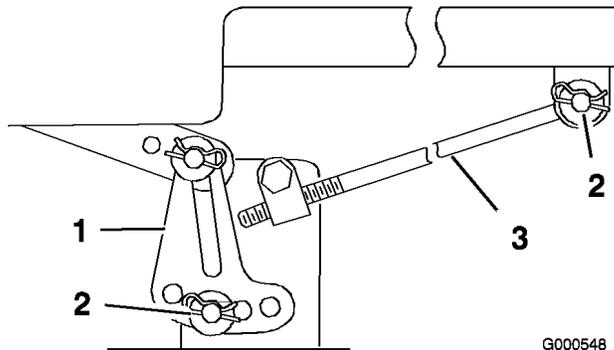

Figure 48
Remarque: Avant de déposer le plateau de coupe, notez les trous de fixation des pattes de mise à niveau (Figure 48).
5. Retirez la goupille fendue et la rondelle de la tige de réglage (Figure 48) de chaque côté du plateau de coupe.
6. Retirez la goupille fendue et la rondelle des pattes de mise à niveau (Figure 48) de chaque côté du plateau de coupe. Notez le trou de montage de la patte de mise à niveau en prévision de la repose. Dégagez les pattes de l'axe de montage
5. Fixez la tige de réglage à la machine à l'aide de la rondelle et de la goupille fendue (Figure 48) de chaque côté du plateau de coupe.
6. Glissez les pattes de mise à niveau sur les axes de montage et fixez-les à l'aide des rondelles et des goupilles fendues (Figure 48).